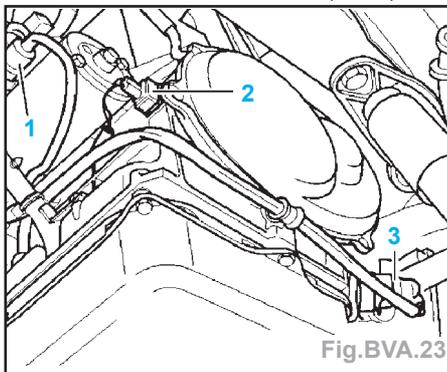

Fig.BVA.23
- Débrancher les raccords électriques (1 à 3) de la boîte (Fig.BVA.23) :